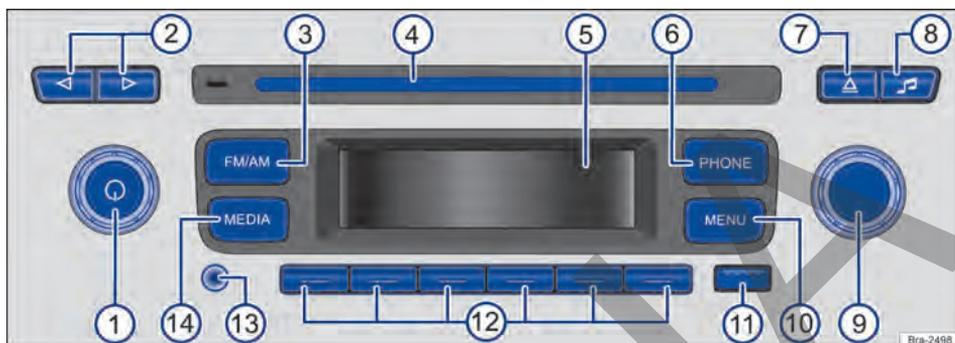

Fig. 98 Cuadro general de los mandos de la radio
Para iniciar la operación de la radio solo debe presionar suavemente la tecla → fig. 98 ①.
El pulsador giratorio izquierdo → fig. 98 ① se denomina regulador del volumen o botón de encendido y apagado.
El pulsador giratorio derecho → fig. 98 ② es el botón de ajuste.
Las teclas denominadas “teclas del equipo” se representan con un símbolo o letra sobre la tecla como, por ejemplo, tecla del equipo → fig. 98 ⑩.
Bajo el display se encuentran 6 teclas del equipo sin rótulo → fig. 98 ⑫. Estas teclas del equipo se denominan “teclas de función”, ya que su función se modifica según la condición de operación actual.
- Presione brevemente el pulsador giratorio  → fig. 98  para encender o apagar manualmente el equipo.
Para aumentar el volumen.	Girar la tecla para regulación del volumen  → fig. 98 en el sentido horario.
- Pulse la tecla **FM / AM** → **fig. 98 ③** para iniciar el modo Radio.
- Tras cambiar al modo Radio, pulse brevemente la tecla **FM / AM** → **fig. 98 ③**, para seleccionar la gama deseada (FM 1, FM 2, FM AS, AM o AM AS). <
- Pulse brevemente la tecla con flecha **▶** o **◀** → **fig. 98 ②** para avanzar o retroceder hasta la próxima emisora de radio que pueda sintonizar.
- Gire el botón de ajuste → **fig. 98 ⑨** hasta que se muestre en el display la frecuencia de la emisora deseada (por ejemplo, **87.5 MHz**). <
- Pulse el botón de ajuste → fig. 98 ⑨ para iniciar la reproducción automática.
- Pulse brevemente la tecla del equipo **FM / AM** → fig. 98 ③ para cambiar al próximo nivel de memoria, por ejemplo, FM 2 .